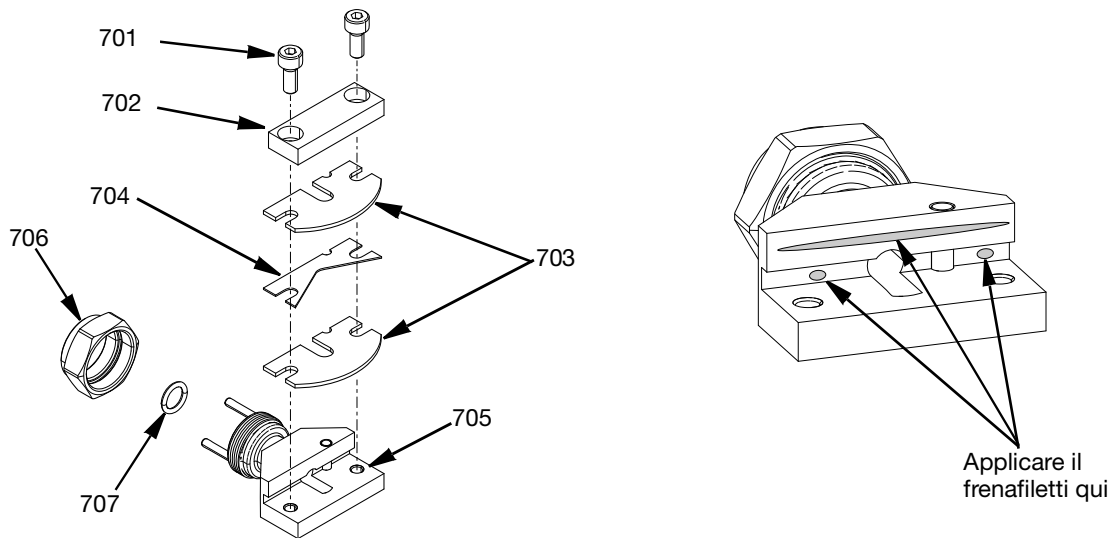

FIG. 41
1. Applicare frenafiletto a media resistenza blu, quello utilizzato per questo assemblaggio è Loctite® 242 o equivalente sulla superficie indicata in FIG. 41.
2. Posizionare i pezzi a sandwich contro il gradino dell'ugello dell'alloggiamento (705) allineando le tacche con il perno di posizionamento nell'ugello dell'alloggiamento.
3. Posizionare il morsetto (702) con la tacca del passaggio del fluido rivolta verso il passaggio del fluido e serrare con due viti SHC M4 (701). Serrare a una coppia di 3,3 N•m (29,2 in-lb). Vedere FIG. 41.